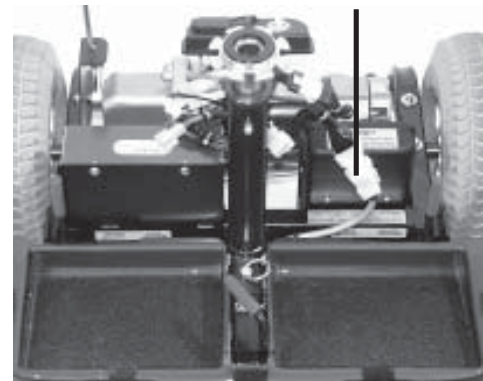

FIGURE 14. CABLE SECTION AVANT ET ARRIÈRE
7. Débranchez le connecteur blanc (9-pin) du harnais de la console qui le relie au harnais du module électronique. (Voir figure 14.)
9. Branchez le connecteur 9pin mâle avec le connecteur femelle de la section arrière. Les 2 points oranges doivent être alignés pour un branchement adéquat et rapide. (Voir figure 14.)